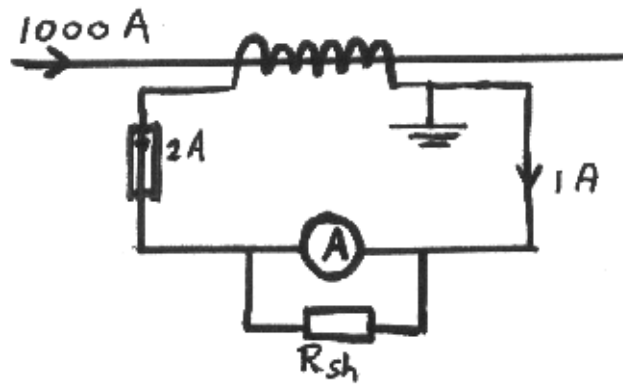

Figuur 3.
13. In het stroomkringschema van figuur 3 op bijlage 3 is een beveiligingssysteem getekend van een draaistroomgenerator met geaard sterpunt. Er zijn 4 mogelijke sluitingen aangegeven: A, B C en D.